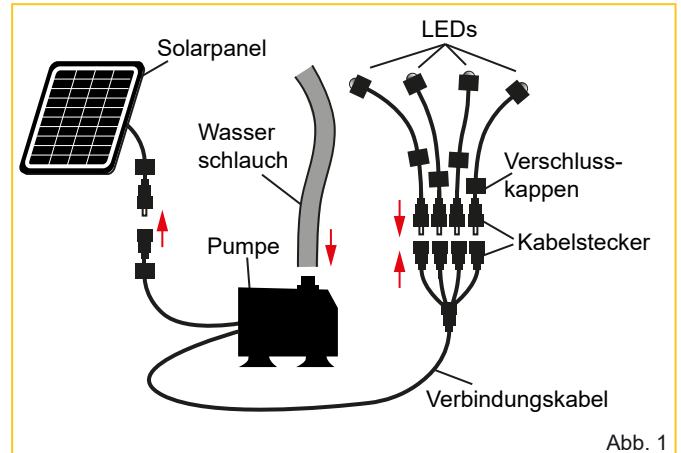

Abb. 1
- Verbinden Sie jeden einzelnen Kabelstecker mit einem LED, falls mehrere vorhanden sind wie in der Abbildung 1.
- Schließen Sie das Solarpanel, mittels Kabelstecker, an das zweite Verbindungskabel der Pumpe an (siehe Abbildung 1).